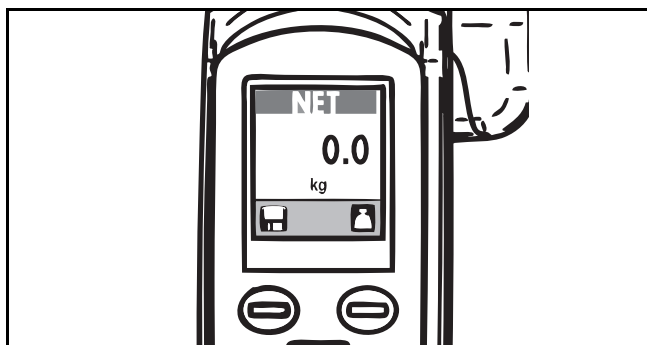

Fig. 63
- 3) Trykk på vekt-knappen for å nullstille vekten. Vekten viser nå null (se Fig. 63).